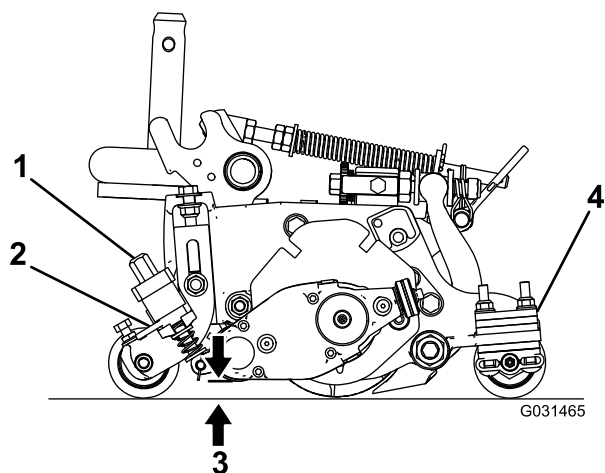

图20
3. 旋转快速升起联杆（图20）至接合位置（手柄朝向滚刀组的前面）。
4. 在疏草刀滚刀的 1 个端部，测量从疏草刀刀片的最低刀尖到工作表面的距离（图20）。旋转高度调节旋钮（图20），提升或降低疏草刀刀尖至想要的疏草高度。